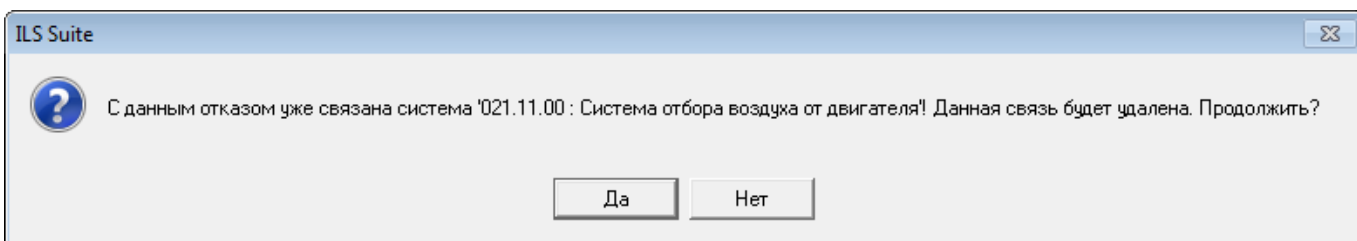

Рис. 13-277 – Диалоговое окно
6) Отображается диалоговое окно для подтверждения удаления существующей связи отказа и системы (рис. 13-277). Нажать кнопку «Да» для создания новой связи.